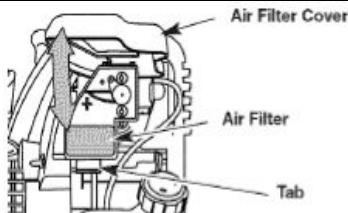

Рис. 24
Затем потяните крышку воздушного фильтра на себя и вверх (Рис. 24).
2. Извлеките воздушный фильтр (Рис. 24).
6. Установите на место воздушный фильтр (Рис. 24).
8. Опустите крышку вниз. Язычок на задней стенке воздушного фильтра должен защелкнуться в пазу крышки воздушного фильтра (Рис. 24).